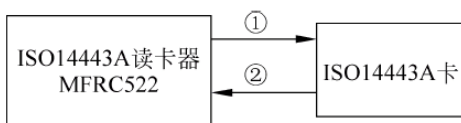

图 16.4 ISO14443A/MIFARE 读写器通信图
MFRC522 的读写器模式遵循 ISO14443A/MIFARE 规范。图 16.4 描述了物理层上的通信，图中，①读卡器→卡，100%ASK Miller 编码，传输速率为 106~424kbps；②卡←读卡器，副载波调制 Manchester 编码或 BPSK，传输速率为 106~424kbps。表 16.2 列出了 ISO14443A/MIFARE 读写器通信相关的参数。